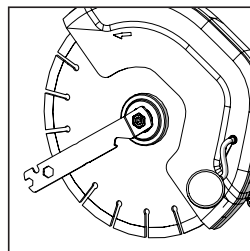

FIG. 3
- Serrez le boulon de l'arbre à l'aide de l'outil polyvalent fourni. (Fig. 3)